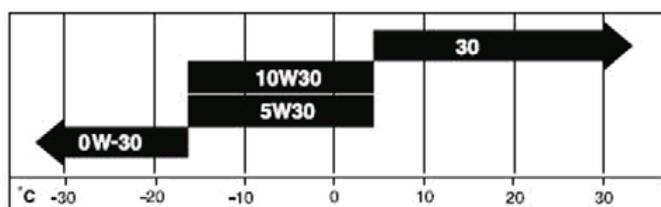

рис.27
9.3. Замена масла в двигателе (рис.27).